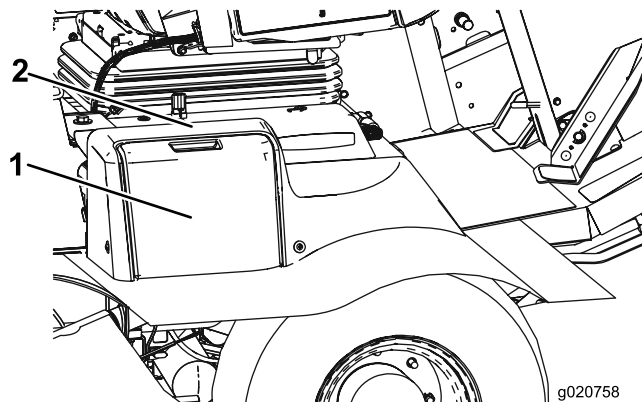

Figure 51
1. Ouvrez le couvercle de la batterie sur le côté du carénage (Figure 51).
**Remarque:** Appuyez sur la surface plate au-dessus du couvercle de batterie pour faciliter la dépose du couvercle (Figure 51).